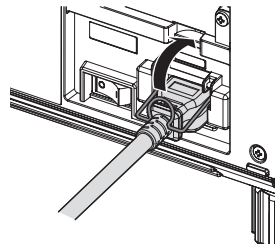

Abb. 1
- 2) Heben Sie die Netzkabelhalterung an, mit der das Netzkabel fixiert ist. (Abb. 1)